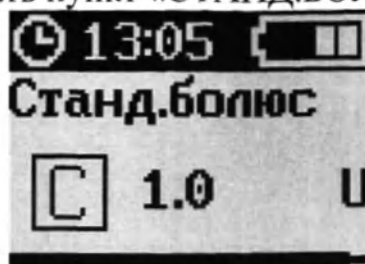

Рисунок 92 – Экран «СТАНД.БОЛЮС»
2. Кнопкой «ВНИЗ» выбрать пункт «СТАНД.БОЛЮС» (рисунок 92).